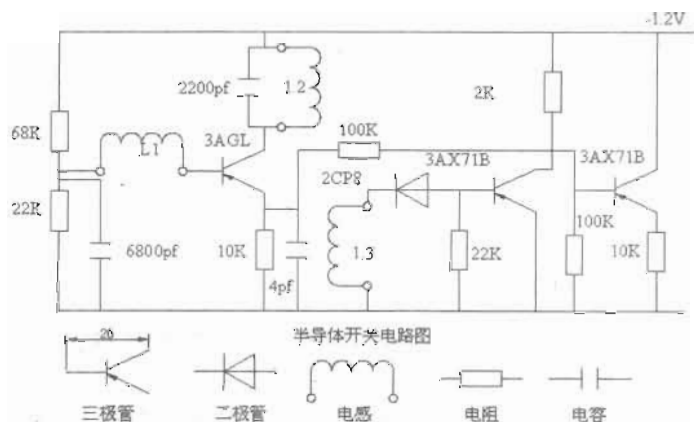

图 8-93
(4) 采用同样的方式完成所有的文字输入，效果如图 8-93 所示。